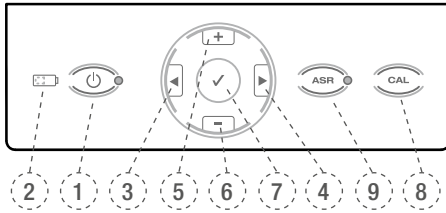

Fig. 4 Painel de teclas
- Pressionando-se a tecla **CONFIRMAR** ✓ (7), Fig. 4 durante 1,5 segundos o micromotor é ligado. Para se desligar outra vez, basta pressionar qualquer tecla ou acionar o pedal. Durante a operação com a tecla **CONFIRMAR** ✓, se o motor (em estado de ligado) não for usado durante mais de 5 minutos, desligará automaticamente a fim de economizar energia.
Para desligar o aparelho pressione a tecla **LIGAR/DESLIGAR**. Atenção: o LED no símbolo de bateria (2), Fig.4 não acenderá (exceto se a bateria estiver sendo recarregada).
A função de calibragem **CAL** (8), Fig.4 ajusta de cada vez automaticamente a velocidade de rotação do micromotor, a fim de assegurar a precisão do torque quando o micromotor for desligado, ou quando o contra-ângulo for trocado, autoclavado e/ou lubrificado.